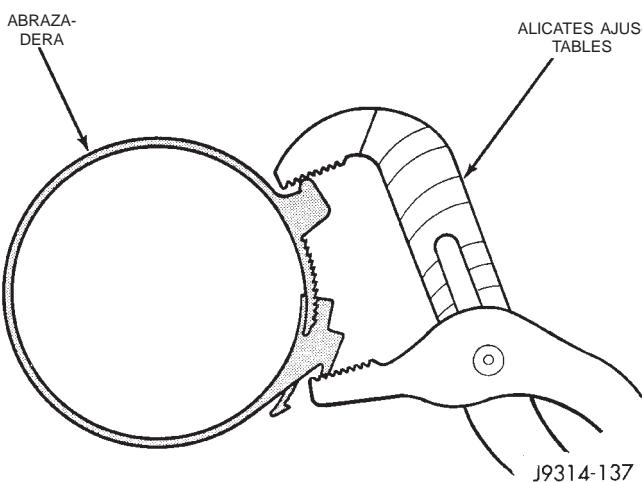

Fig. 56 Instalación de abrazadera
(1) Instale el elemento del depurador de aire dentro de la caja.
(2) Instale la tapa del depurador de aire en la caja (tres sujetadores). Asegúrese de que la tapa queda correctamente encajada en la caja del depurador de aire.
(3) Instale el tubo de aire y la abrazadera en la tapa. Comprima de forma ajustada la abrazadera empleando alicates ajustables como se muestra en la (Fig. 56).